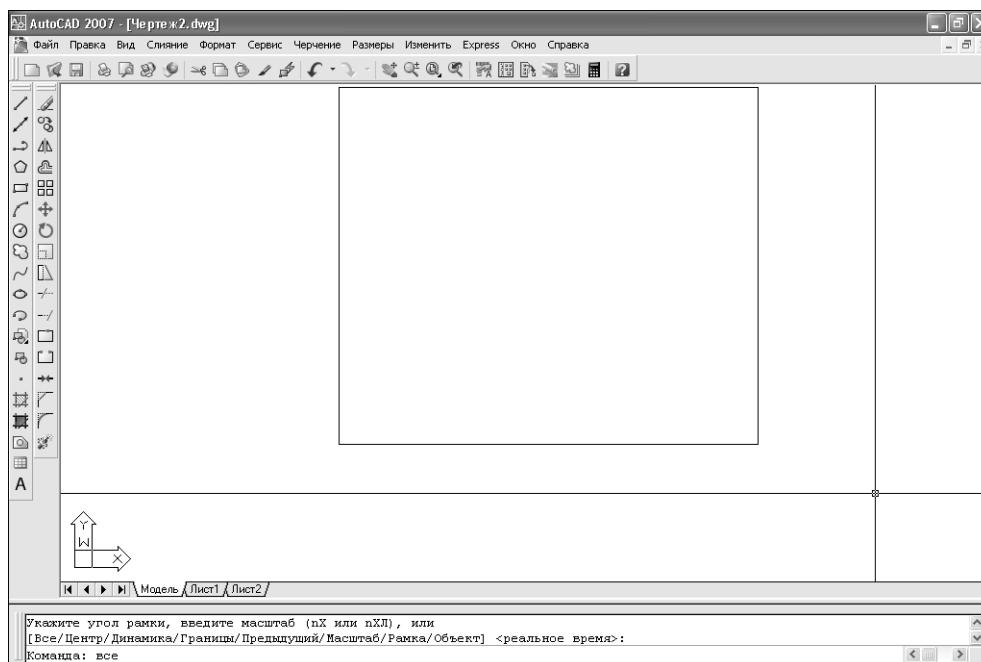

Рис. 2.8 ▶ Наружный контур тумбы создан
4. Запустите инструмент **С линиями** (Line) (например, щелкните на кнопке **С линиями** (Line), находящейся в верхней части панели инструментов **Черчение** (Draw), или введите в командном окне **от** (L)).
10. Введите **Показать** (ZOOM) или просто **по** (Z), а затем введите команду **все** (ALL) или просто **в**. Тем самым вы запустите инструмент **Зумировать все** (Zoom All), который выполняет масштабирование чертежа по его границам (подробнее о настройке границ и масштабировании мы поговорим в следующей главе). Вид чертежа должен быть таким, как показано на рис. 2.8.
6. Введите **Замкнуть** (CLOSE) или **3** для замыкания контура и завершения команды **Отрезок** (LINE). Полученный чертеж должен быть точно таким же, как и предыдущий (см. рис. 2.8).